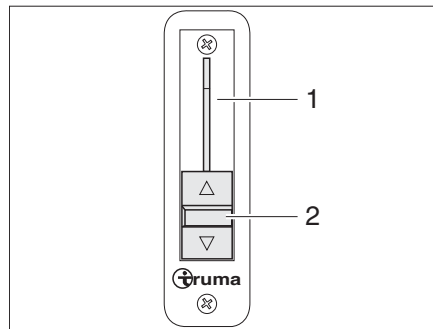

Fig. 22 Blocage de phase
Le régulateur à coulisse pour le blocage de phase (Fig. 22,2) se trouve à gauche sur le tableau de bord (Fig. 22,1).
- Pousser le levier (Fig. 22,2) entièrement vers le bas. Le blocage de phase est fermé.